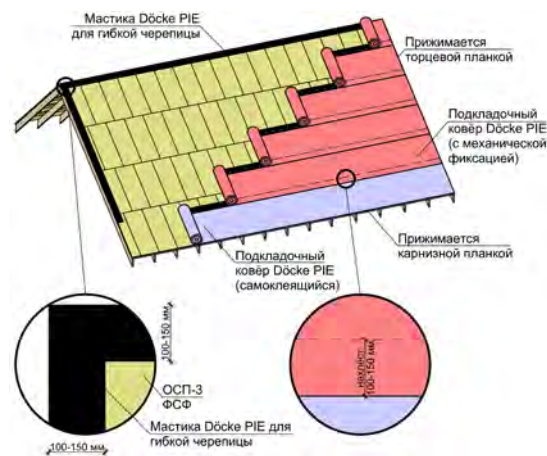

Рис. 6 Схема расположения подкладочного ковra Döcke PIE (последовательность укладки полотен в соответствии с п. 4.1.2).
4.1.5 Крепёж подкладочного ковra – тип 1 (таблица №1). Шаг гвоздей составляет 200 мм в местах нахлёстов (рис. 6). Самоклеящиеся ковры Döcke PIE вдоль карниза снизу прижимаются карнизными планками (п.5). Самоклеящийся подкладочный ковёр необходимо крепить гвоздями в тех случаях, когда планируются перерывы в работе, а также когда планируется использовать ковры в качестве временной кровли.